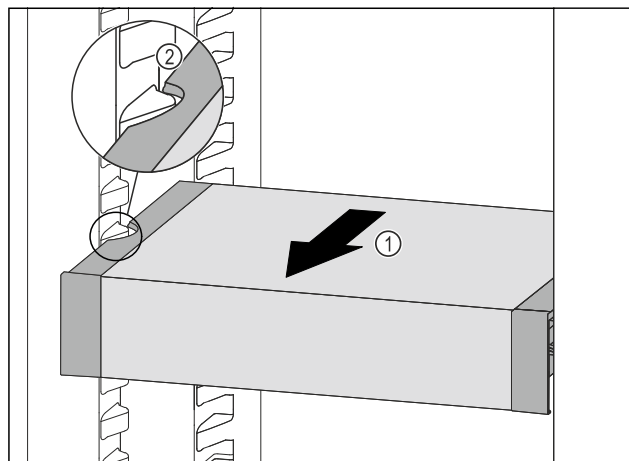

Fig. 127
- Tirer le VarioSafe vers l'avant Fig. 127 (1) jusqu'à ce que les encoches latérales du VarioSafe se trouvent au niveau de la nervure du bac dans la partie réfrigérateur.
- Fig. 127 (2)